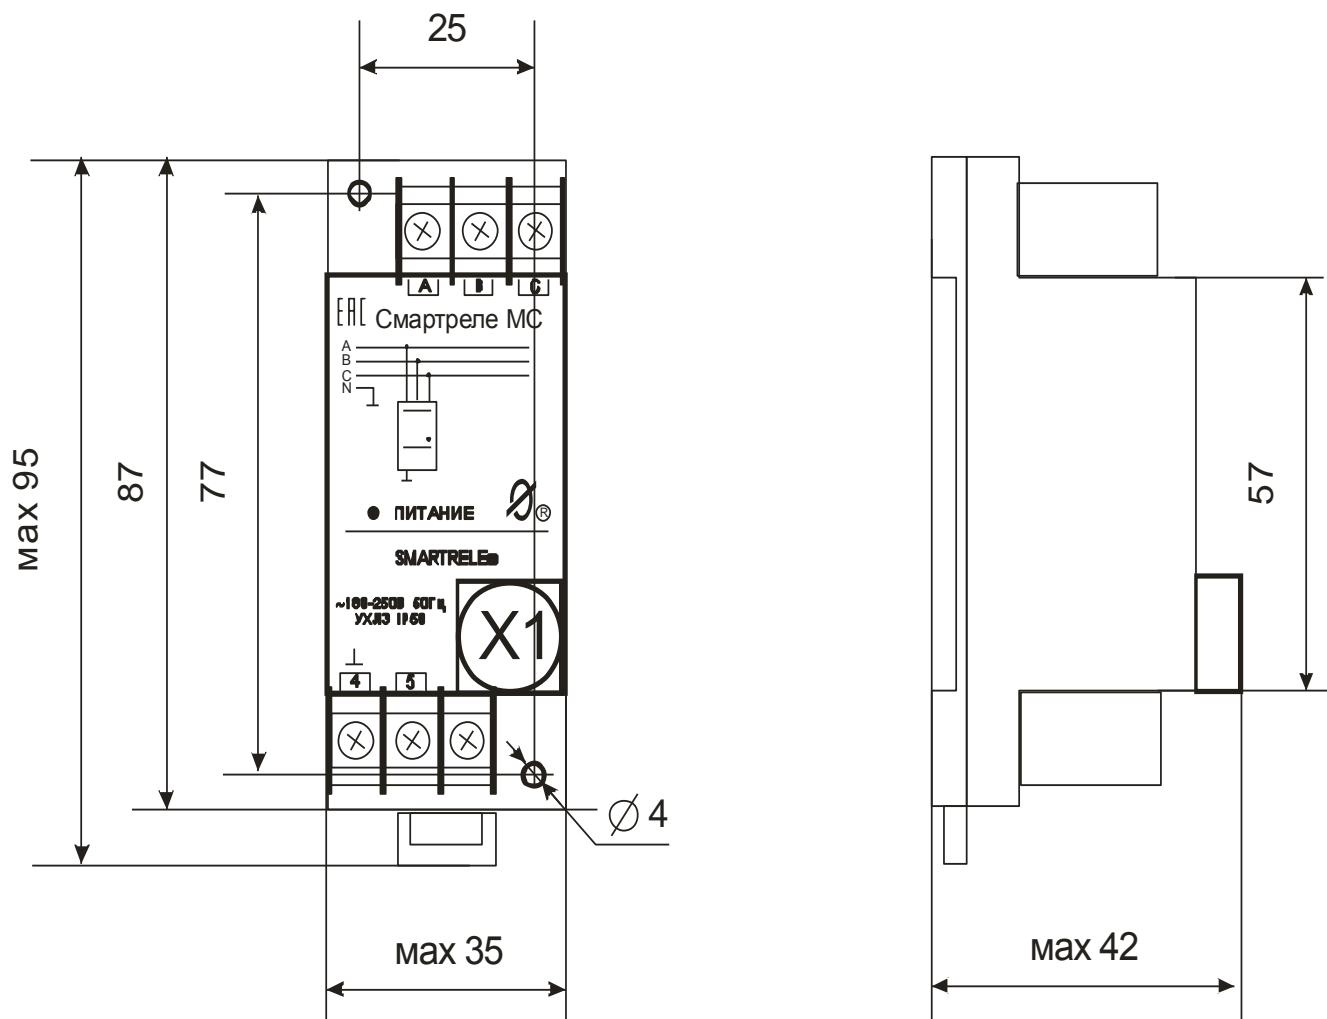

Рисунок 1 – общий вид монитора сети СМАРТРЕЛЕ MC
4.2 Монитор (рис.1) является электронным изделием, производящим контроль напряжений трехфазной электрической сети.